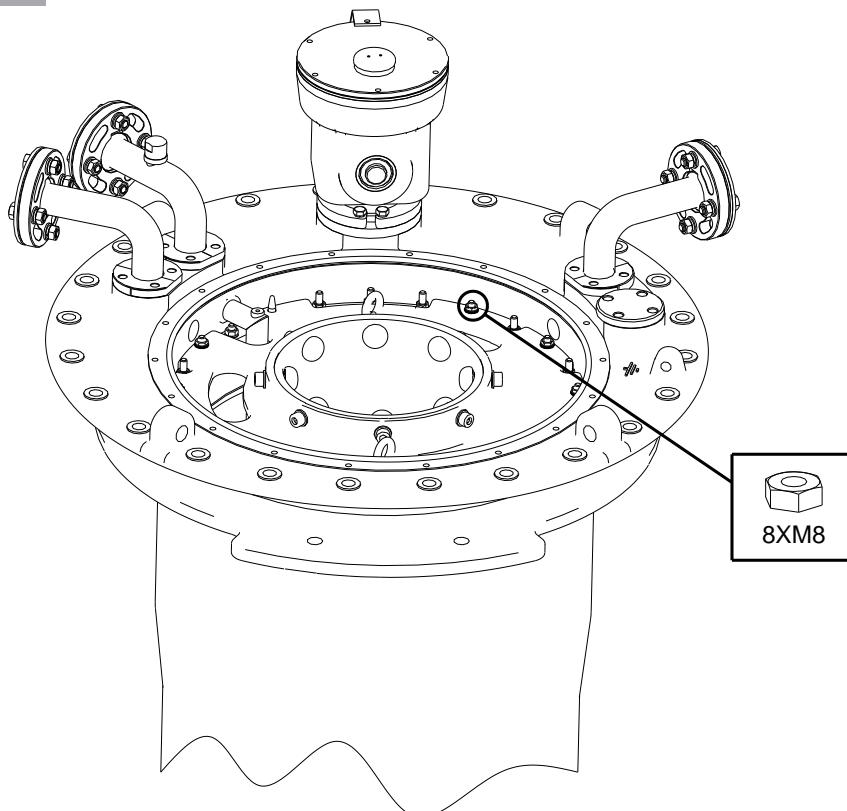

图 5-4
4. 拆下法兰圈上的非红色油漆区域的紧固螺母（9个 M8 螺母，13号扳手，有弹簧垫圈）(见图 5-4)。